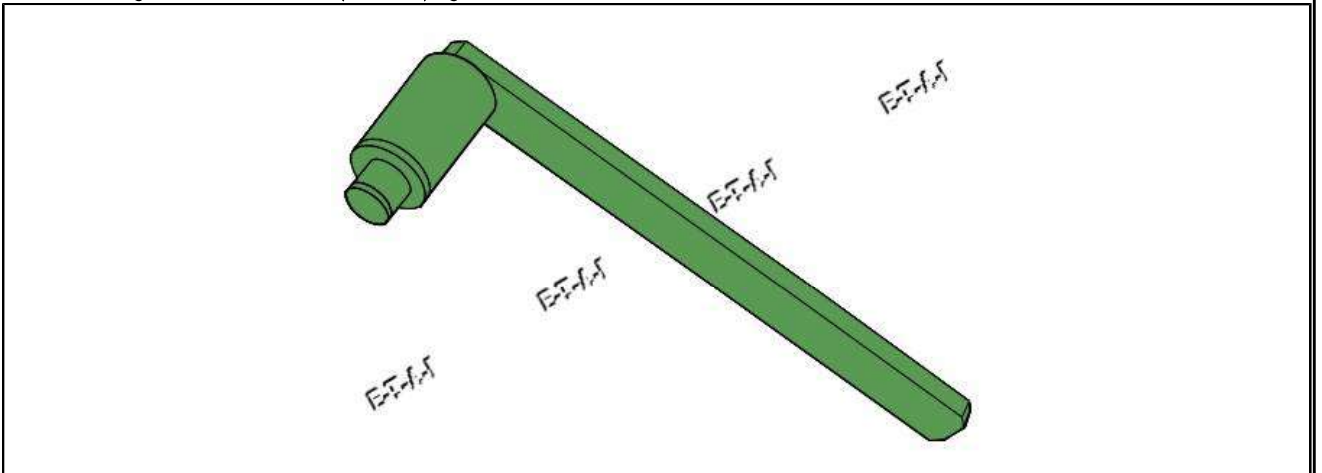

Fig.3
- Outil de blocage du volant moteur : (0109-2B)Fig.3